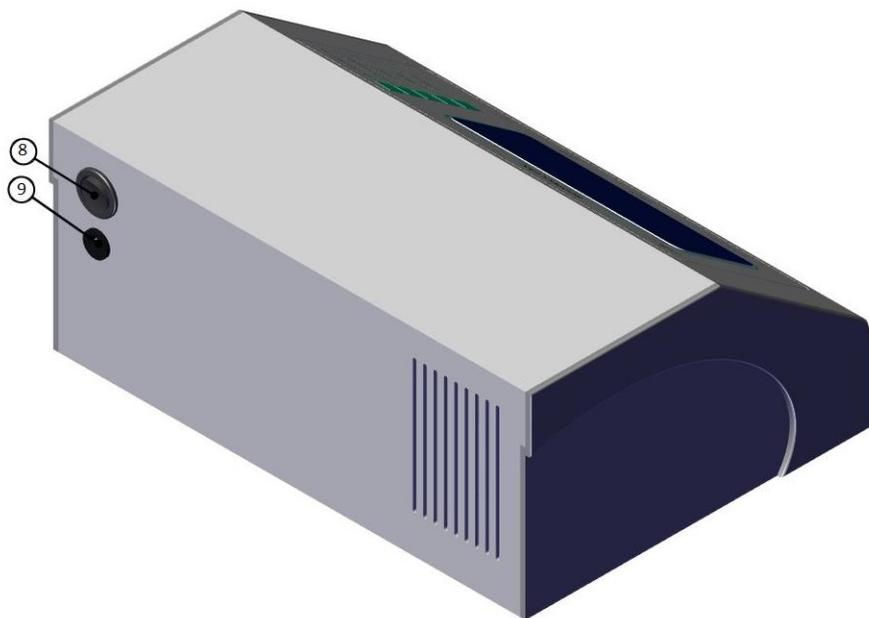

Figura 2. Painel traseiro Scopeclean
1. Retire a fonte de alimentação da embalagem e conecte o Plugue P4 na entrada da fonte de alimentação da lavadora(Ver item 9 da Figura 2).
- Verifique se a Chave de Liga/Desliga (Ver item 10 da Figura 2) está desligado antes de conectar a fonte de alimentação a tomada. A chave desligada deverá estar pressionada para baixo.
Antes de começar a operacionalizar as funções da sua lavadora, o usuário deverá ligar a Chave de Liga/Desliga pressionando-a para cima. A Chave de Liga/Desliga fica localizada no painel traseiro (Ver item 8 da Figura 2). Após pressionar para cima, aguarde a inicialização da máquina.